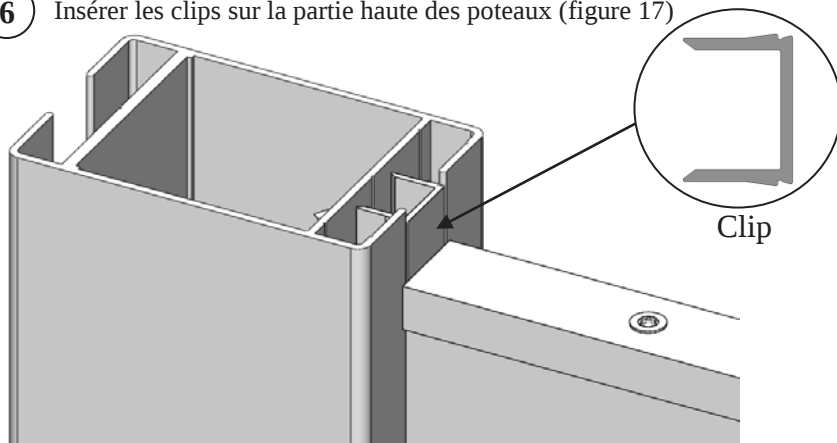

Figure 17
- Insérer les clips sur la partie haute des poteaux (figure 17)